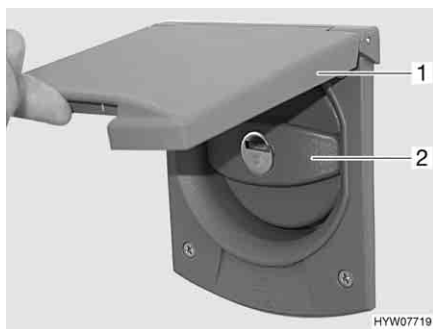

Fig. 95 Coperchio per bocchettone di riempimento dell'acqua potabile
- Alzare lo sportello esterno (Fig. 95,1) verso l'alto.
- Ruotare il coperchio blu (Fig. 95,2) di un quarto di giro.